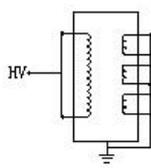

图 6-2 PT 接法
- (2)：反接法、电压为 2KV、一次侧对二次侧及地、接线见图 6-2